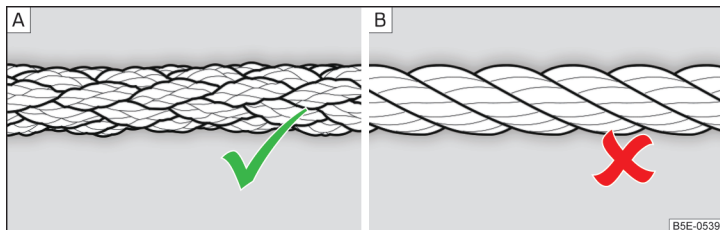

Fig. 126 Flettet slæbetov / Viklet slæbetov
Ved bugsering ved hjælp af et slæbetov må du kun anvende et flettet tov af kunstfiber » Fig. 126 – A » !.
- I forbindelse med bugsering må du ikke anvende et viklet slæbetov » Fig. 126 – B, slæbeøjlet kan blive skruet ud af bilen – fare for ulykke.